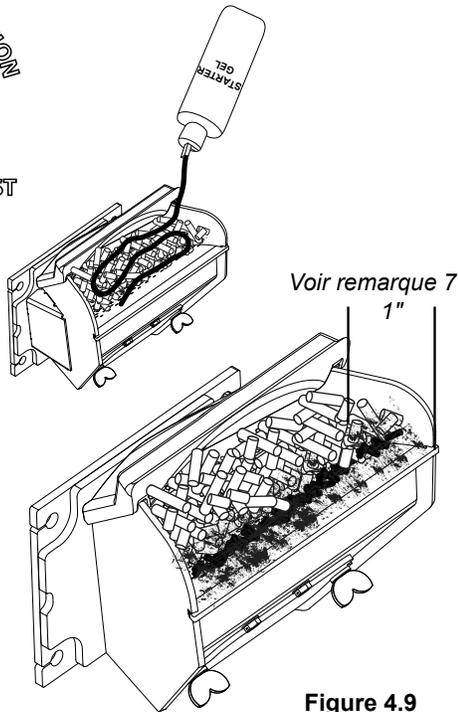

Figure 4.9
5. **Réglez le bouton de limite d'alimentation de façon à obtenir une combustion maximale:** Avec le bouton de réglage de l'allumeur sur «AUTO», placez le sélecteur de mode sur «Température du poêle» et mettez le ventilateur sur «H». Réglez le bouton de température sur 7. Laissez le poêle fonctionner pendant environ 30 minutes, puis vérifiez les cendres à l'avant du pot de combustion. Figure 4.9 Si le lit de cendres est supérieur à 2,5 cm (1 po), augmentez la limite d'alimentation de 4 à 5. Laissez brûler 30 minutes supplémentaires et vérifiez de nouveau. Si vous n'arrivez pas à obtenir un lit de cendres de moins de 2,5 cm (1 po) sur la position 6, ce n'est pas un problème. Le lit de cendres de 2,5 cm (1 po) est obtenu uniquement au taux de combustion maximal; vous obtiendrez un lit plus épais avec un réglage normal.